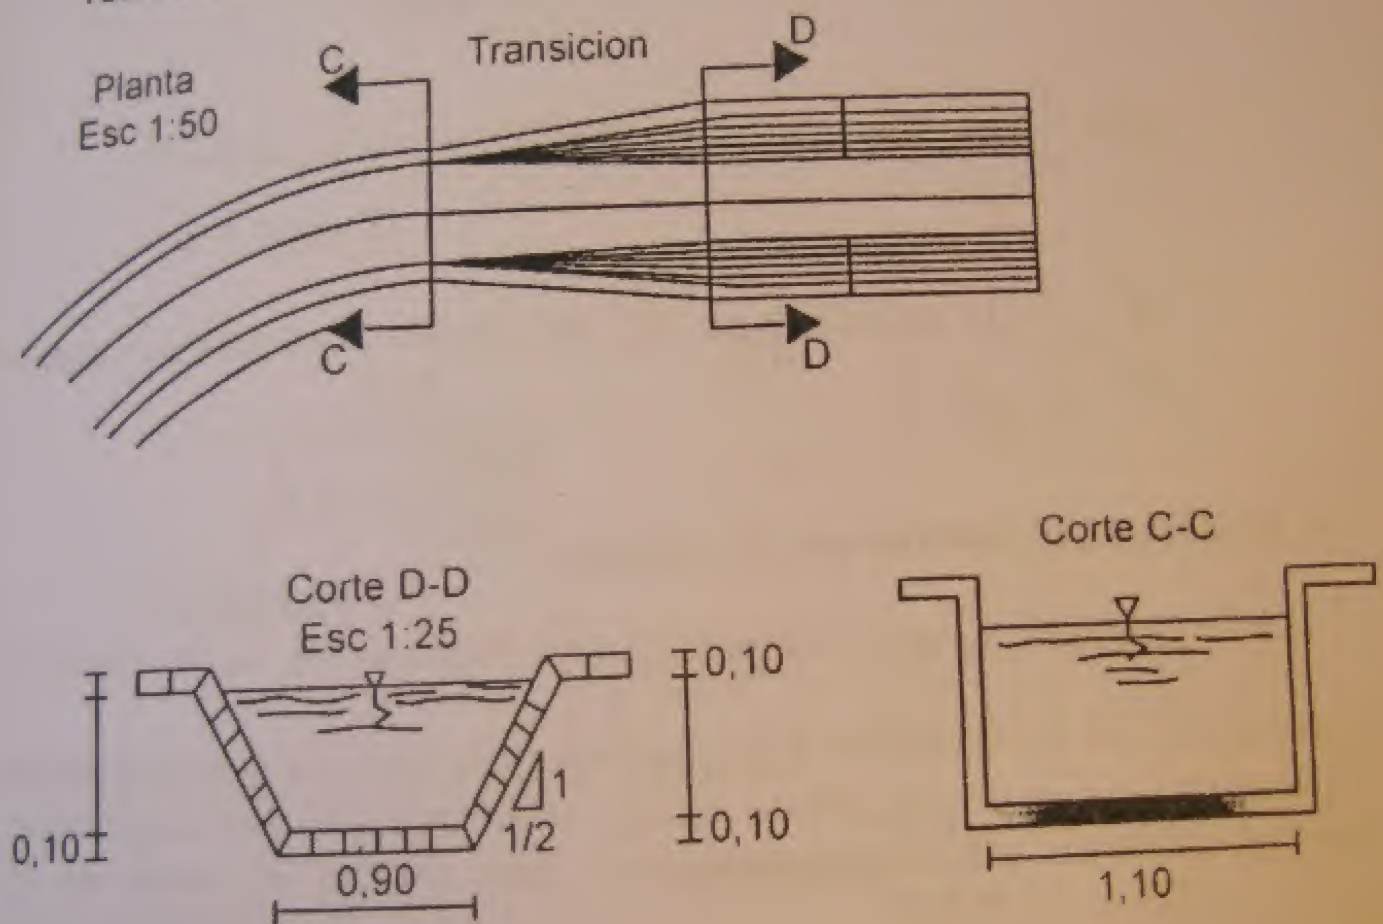

Figura 13. Tramo de un canal
18. En cierto tramo de un canal, como se muestra en la figura 13 (vista de planta y secciones transversales), se tiene que pasar de una sección rectangular, de ancho de solera 1,10 m, a otra trapezoidal de ancho 0,90 m y talud $Z = 0,5$. Sabiendo que el canal transporta un caudal de $1 \text{ m}^3/\text{s}$, con una pendiente de $0,5 \text{ ‰}$, coeficiente de rugosidad $0,015$, se pide: